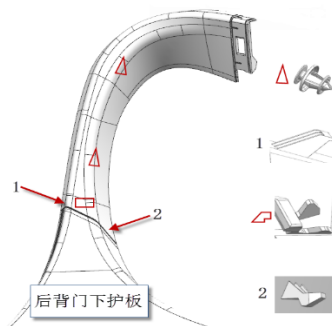

图 10-2-1 左/右护板拆卸示意图
(1) 首选将后背门上护板拆卸(参照 10.1 后背门上护板的拆卸方法);
(2) 如图 10-2-1,用手将板类卡扣(2个)从上到下依次与钣金分离,然后将 1、2 处的倒扣与后背门下护板分离,最后将定位卡角与后背门下护板分离即可拿下后背门左/右护板。